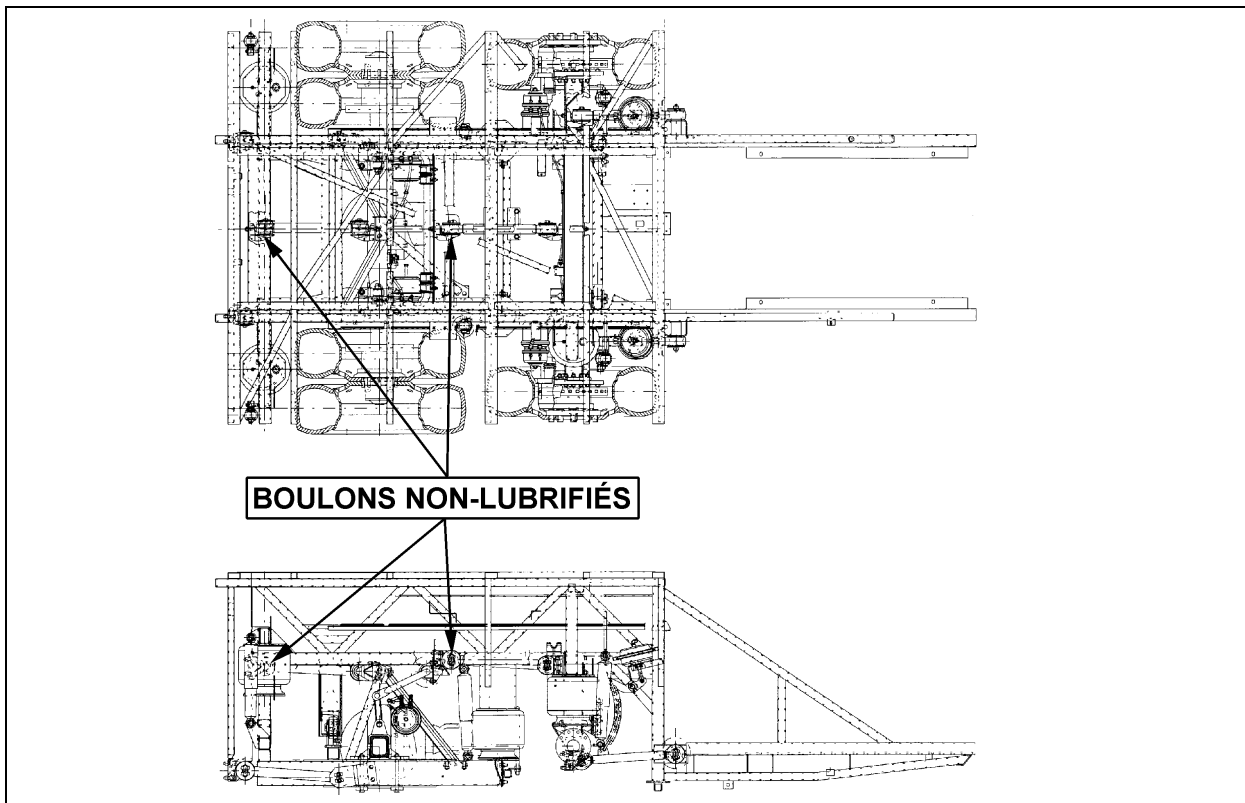

FIGURE 1 : BOULONS NON-LUBRIFIÉS DE LA SUSPENSION ARRIÈRE
1. Identifier les deux boulons de fixation des barres d'accouplement longitudinales de la suspension arrière. Seulement les boulons identifiés doivent être lubrifiés (voir figure 1).